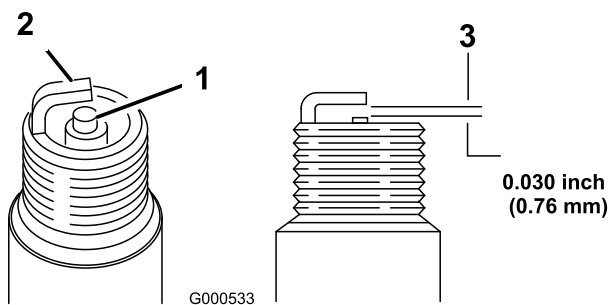

Bild 31
- Sehen Sie sich die Mitte der Zündkerze an (Bild 31). Wenn der Kerzenstein hellbraun oder grau ist, ist der Motor richtig eingestellt. Eine schwarze Schicht am Kerzenstein weist normalerweise auf einen schmutzigen Luftfilter hin.
- Prüfen Sie den Abstand zwischen den mittleren und seitlichen Elektroden (Bild 31). Verbiegen Sie die seitliche Elektrode (Bild 31), wenn der Abstand nicht stimmt.